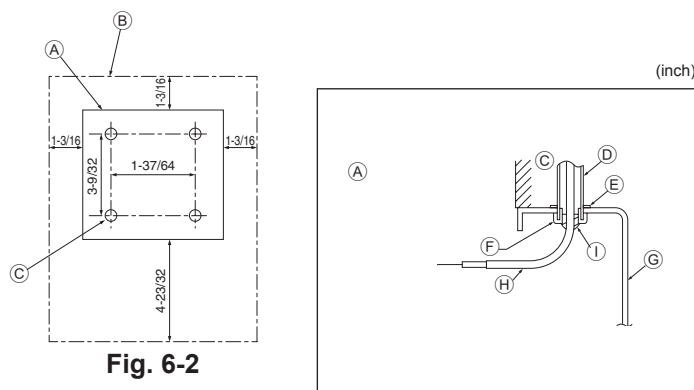

Fig. 6-2
(1) Sélectionner l'endroit d'installation de la télécommande. (Fig. 6-2)